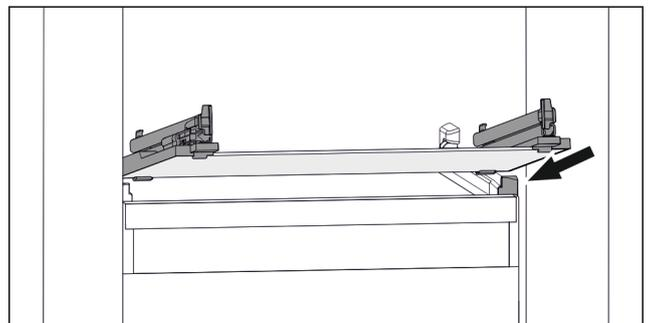

Fig. 112 Beispielhafte Darstellung der Glasplatte
- ▶ Glasplatte schräg hinter den Stoppern aufsetzen. (siehe Fig. 112)